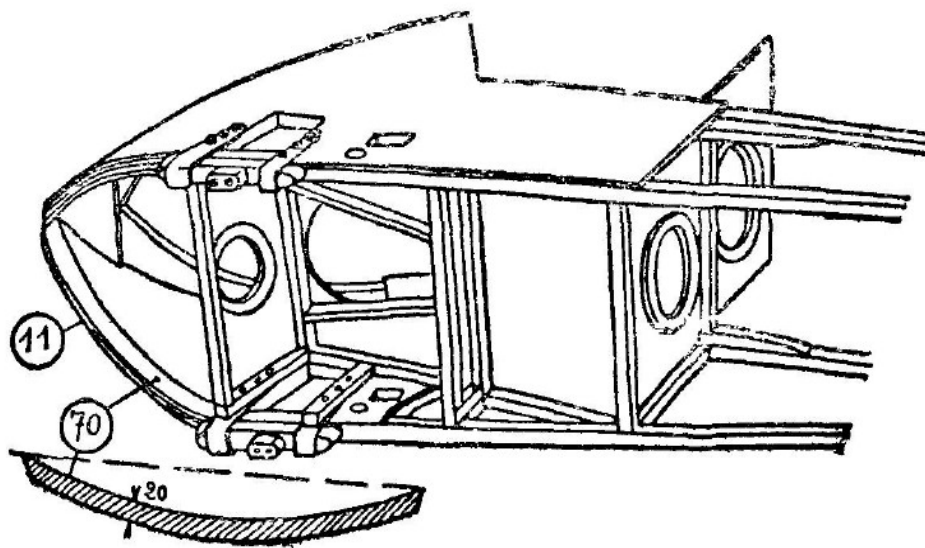

Fig. 23
Vire o esqueleto de cabeça para baixo. Cortar a língua (70) de acordo com a Fig. 23 de 20